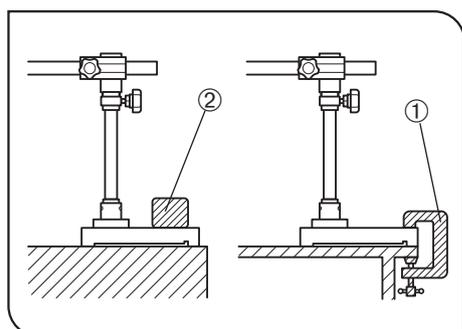

fig. 3
4. Quando é necessária uma área maior à frente do microscópio, o braço horizontal deve ser orientado no alcance de trás de 120°, no qual o suporte tende a tombar mais facilmente. Neste caso, fixe o suporte com firmeza utilizando um grampo de mesa ① ou colocando um peso (3 kg ou mais) ② na placa de base. (fig. 3)